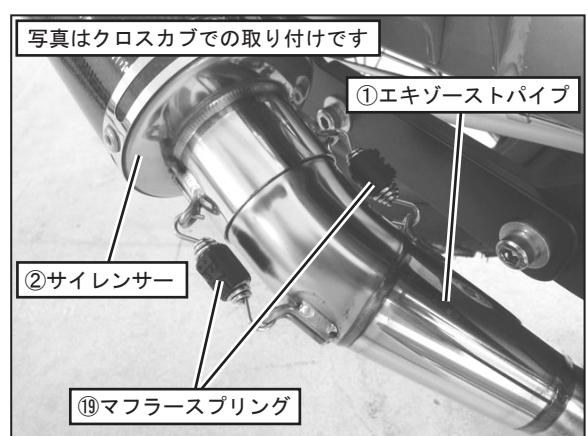

FIG. 15
10. ①エキゾーストパイプに②サイレンサーを取り付け、スプリング取付工具を使用して⑯マフラースプリングを取り付けて下さい。 (FIG. 15参照)